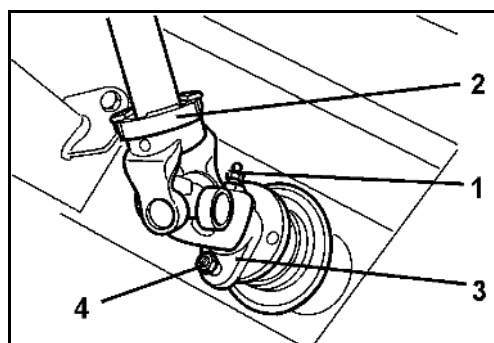

Рис. 52
6. Освободите пресс-масленку (Рис. 52/1) и установите карданный вал (Рис. 52/2).
7. Закрепите соединительную вилку (Рис. 52/3) срезным болтом (Рис. 52/4).
8. Вверните пресс-масленку (Рис. 52/1).